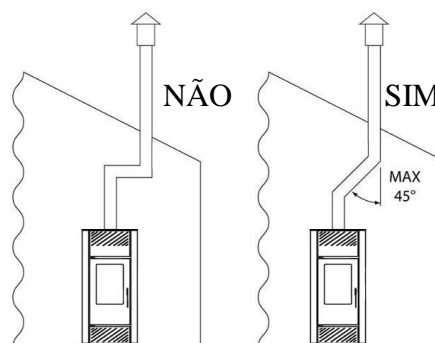

Fig.2
- A secção interna deve ser uniforme, preferivelmente circular: As secções quadradas ou retangulares devem ter cantos arredondados com raio não inferior a 20mm; relação máxima entre os lados de 1,5; paredes o mais lisas possíveis e sem estrangulamentos; as curvas devem ser regulares e sem descontinuidade, desvios do eixo não superiores a 45° (fig.2).